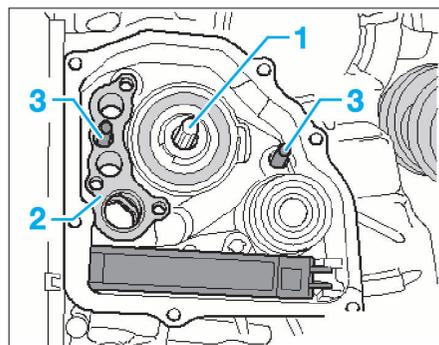

FIG. 25
- remplacer le joint de pompe à huile (2) (Fig.25).
- les deux goupilles (3) doivent se trouver dans le carter de boîte de vitesses.